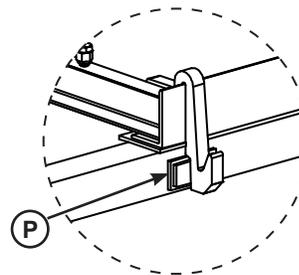

Figure 9
14. Laisser la plateforme et le hayon flotter hors des crochets de hayon et placer des cales d'épaisseur sous l'avant du bâti comme il se doit pour mettre le dessus de la plateforme de niveau avec le plancher du quai. Le cas échéant, ajouter des cales derrière les crochets de hayon. Voir Figure 9 à la page 14.